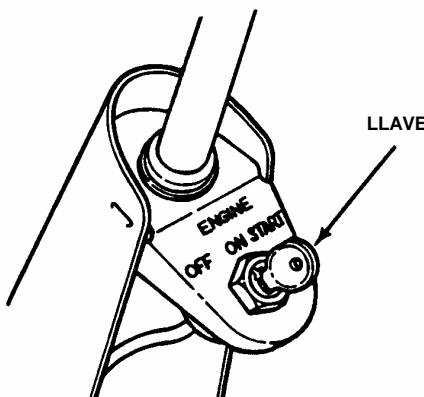

FIGURA 2.7
6. Ponga la llave de contacto en "START" (ARRANQUE) hasta que el motor arranca. Vea la figura 2.7. NOTA: Si después de 5 segundos de hacer girar el motor éste no arranca, suelte la llave, asegúrese que el pedal de embrague/freno está pisado a fondo y después de aproximadamente 20 segundos intente nuevamente el arranque.